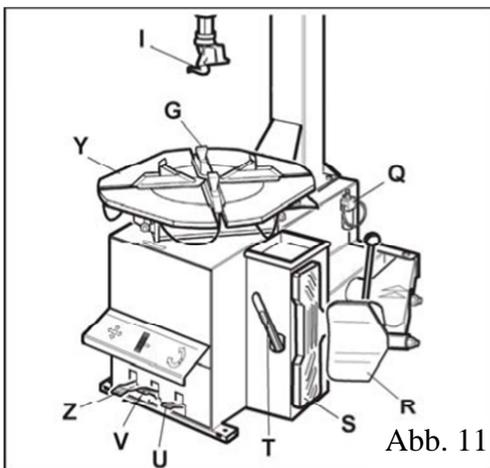

Abb. 11
- Das Rohr (2), das sich im Inneren des Maschinenkörpers befindet, durch die Bohrung auf der Rückseite des Maschinenkörpers führen.
- Das Rohr (2) auf der Rückseite unter Verwendung der entsprechenden Verschraubung befestigen.
- Das Manometer am vertikalen Arm unter Verwendung der entsprechenden Schraube befestigen. Abb. 11.